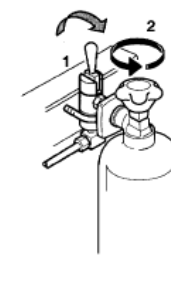

Рисунок 26
- установить рукоятку раздаточного штуцера в положение 1 ОТКРЫТО (рисунок 26);